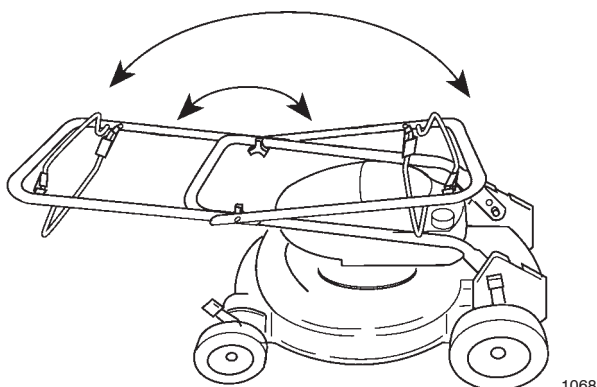

Figure 108
2. Basculer le guidon vers l'avant de la tondeuse (Fig. 108).